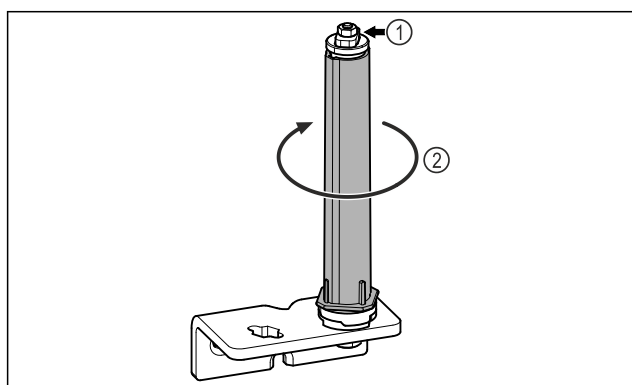

Fig. 13
- Non disassemblare il sistema di chiusura della porta Fig. 13 (1).
- Ruotare il sistema di chiusura Fig. 13 (2) finché non scatta.